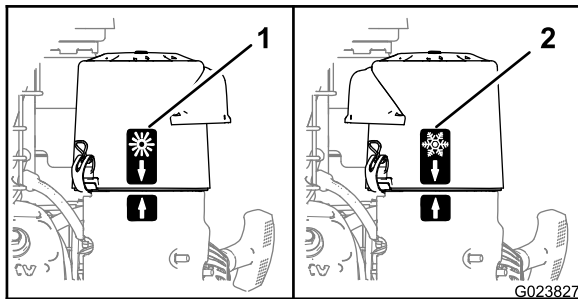

Figura 20
- Para trabajar en condiciones de aire ambiente frío (aire frío y humedad), posicione la tapa del limpiador de aire con la pegatina del copo de nieve hacia fuera (Figura 20).
- Para trabajar en condiciones de aire ambiente normal, posicione la tapa del limpiador de aire con la pegatina del sol hacia fuera (Figura 20).